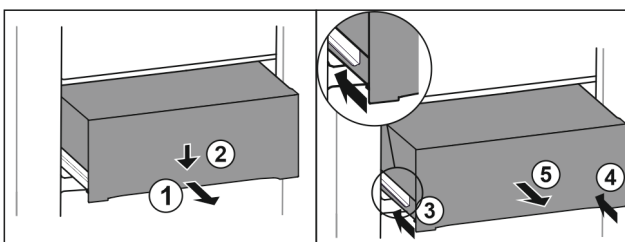

Fig. 119
- Tirer le tiroir jusqu'à mi-chemin. Fig. 119 (1)
- Appuyer sur l'avant du tiroir vers le bas. Fig. 119 (2)
- Insérer le rail gauche d'env. 2 cm. Fig. 119 (3)
- Insérer le rail droit d'env. 2 cm. Fig. 119 (4)
- Retirer le tiroir par l'avant. Fig. 119 (5)